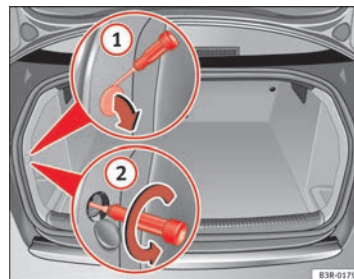
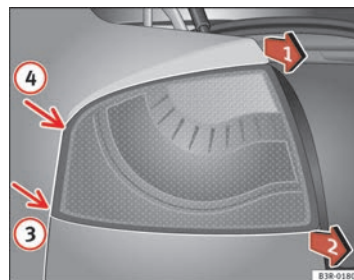

Fig. 213 Coffre à bagages : vis de fixation de feu arrière
Fig. 214 Dépose du feu arrière (partie latérale)
⇒ page 288, fig. 213 ①.
- Desserrez la vis qui se trouve derrière à l'aide d'un tournevis (flèche) ②.
- Tirez en alternance dans le sens des flèches ⇒ page 288, fig. 214, position ① et ②, jusqu'à ce que le feu arrière sorte de la fixation (positions ③ et ④).